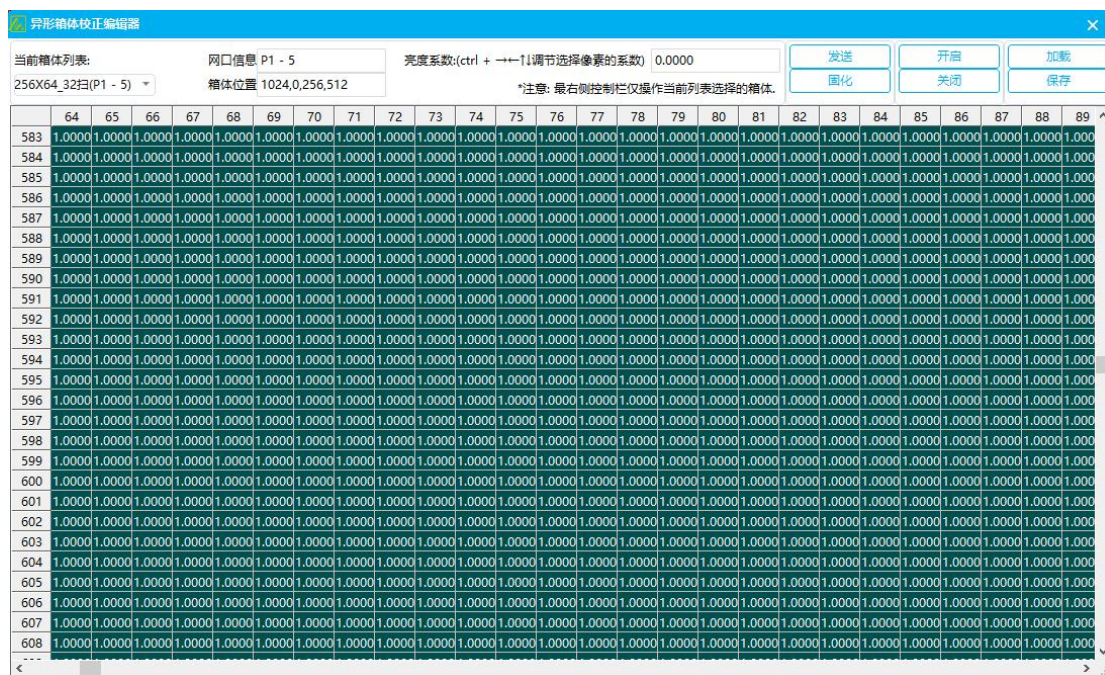

图 4-3-23 校正编辑器图
(14) 校正编辑器：选择箱体，右键菜单栏点击校正编辑器，弹出箱体校正编辑器弹窗，可以根据像素点进行校正，可以加载保存校正参数，发送固化等，如下图 4-3-23 所示。